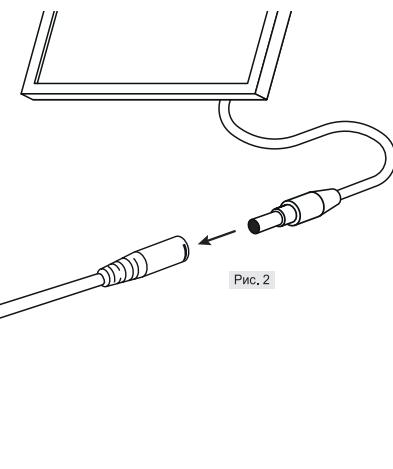

Рис. 2
3. Подключите при помощи разъема драйвер к светильнику (Рис. 2).